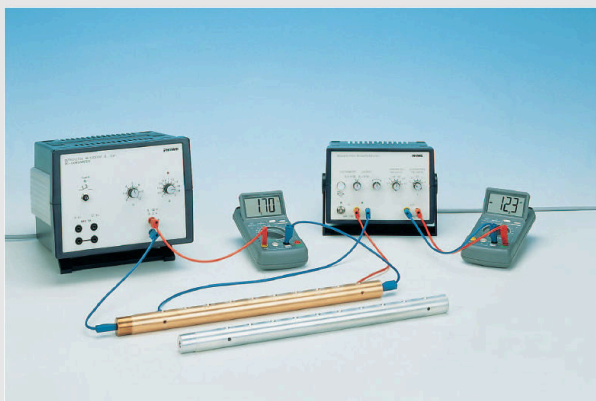

Fig. 1: Montaje experimental
1. Conectar la varilla metálica a la red eléctrica con un amperímetro. Medir la caída de tensión a través de la varilla en dos tomas del lateral, utilizando el amplificador (método de medición de cuatro hilos, ver la Fig. 1).